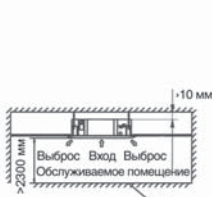

рис. 1
- A. Центр отверстия должен быть в том же месте, где должен быть центр корпуса фанкойла (рис. 1, 2, 3).